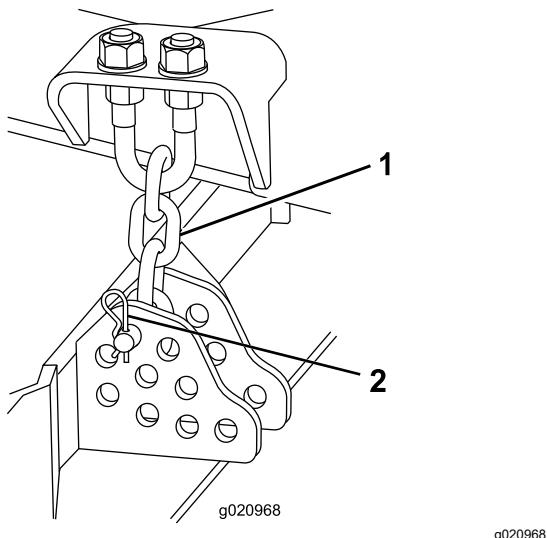

Bild 20
10. Entfernen Sie den Splint und den Lastösenbolzen, mit denen die Schnitthöhenketten an der Rückseite des Mähwerks befestigt ist (Bild 20).